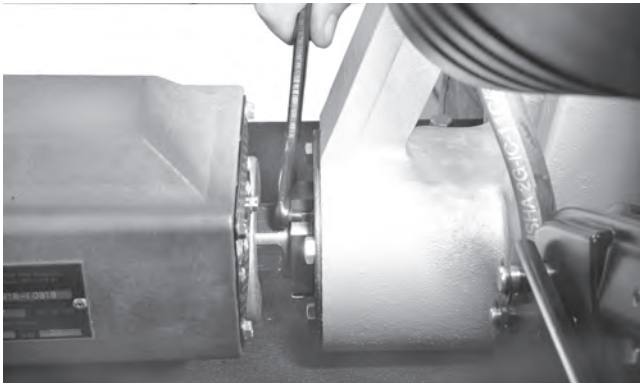

Figure 24 – Desserrer et retirer l'écrou de retenue de l'arbre d'entraînement
4. Utilisez la clé fournie pour retirer l'écrou de retenue du roulement d'arbre d'entraînement (Figure 24).